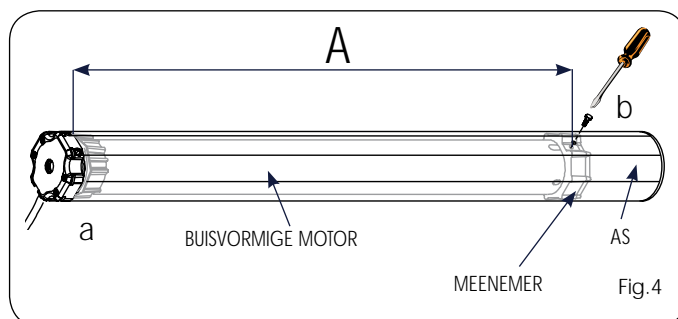

Fig.4
2) Plaats de geassembleerde buisvormige motor in de as vanaf de kant tegenover de eindstop, totdat de loopring helemaal in de as zit (Fig.4 ref.a).